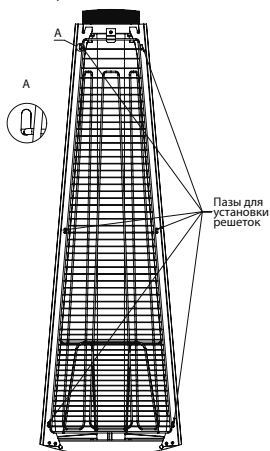

Рис.10 - Установка решетки
- Установите в пазы верхних профилей решетки (Рис. 10);